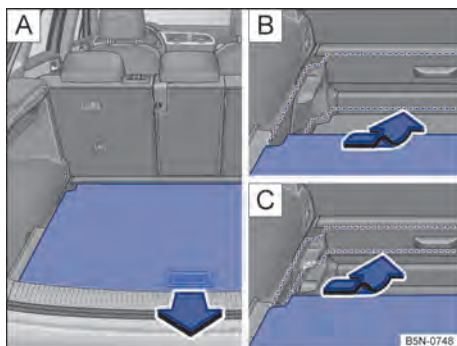

Fig. 178 No compartimento de bagagem: ajustar a altura do assoalho do compartimento de bagagem.
- Levantar o assoalho do compartimento de bagagem e puxar para trás tirando dos guias nos lados do compartimento de bagagem → Fig. 178 [A].
- Colocar o assoalho do compartimento de bagagem nas guias da altura desejada e puxar para frente até o batente → Fig. 178 [B], [C].